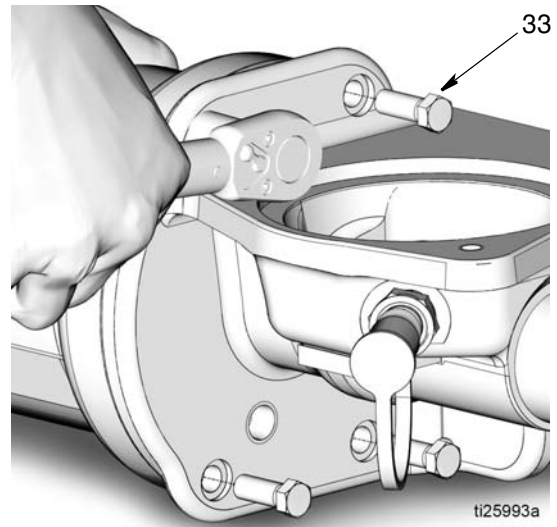

FIG. 52
- c. Installer 4 boulons neufs (33). Serrer les boulons à la main de manière uniforme, tour à tour et progressivement, suivant une séquence diagonale. Puis serrer à un couple de 13,5 à 17,6 N•m (10 à 13 po-lb). Voir FIG. 52.